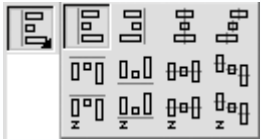

Рис. 1.37. Группа команд выравнивания
- Группа команд Выровнять (рис. 1.37) позволяет выравнивать габаритные параллелепипеды выделенных объектов одним из следующих способов: